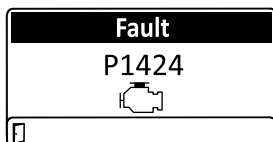

Figure 53
- Avertissement moteur (Figure 53)